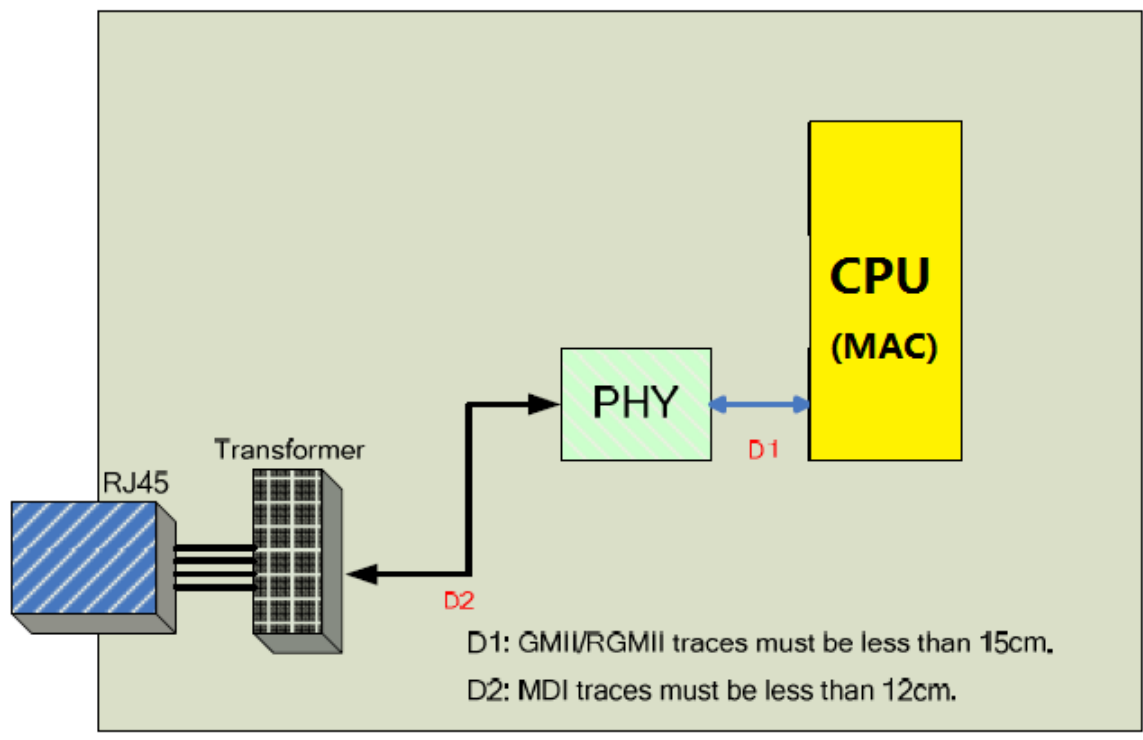

图21-9
- RJ45最好靠近PHY放置，即MDI走线应尽量短，必须小于12cm，如图21-9所示。